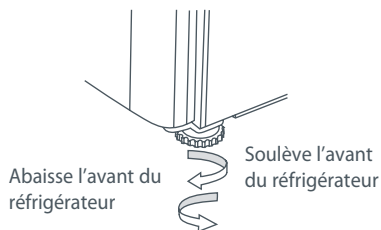

Fig.10 Pied du réfrigérateur
- C Dévissez les pieds avant jusqu'à ce que le réfrigérateur soit incliné vers l'arrière, soit jusqu'à ce que la partie avant soit environ  $\frac{3}{8}$  po (10 mm) plus haute que la partie arrière. Il sera ainsi plus facile de fermer la porte. (reportez-vous à la figure 10).